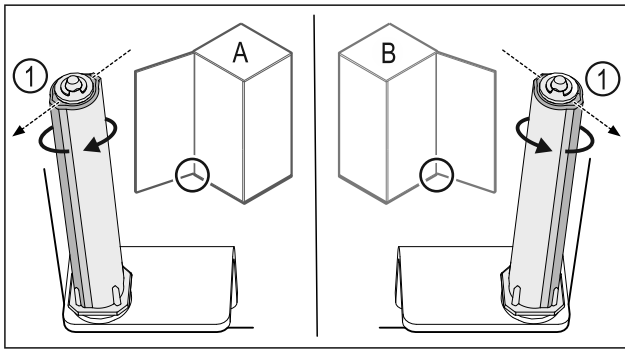

Fig. 35 Opritorul din stânga (A) / opritorul din dreapta (B)
- ▶ Rotiți sistemul de închidere până la rezistență, până când pragul sistemului de închidere Fig. 35 (1) este orientat spre exterior.